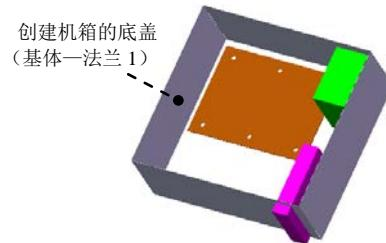

图 17.4.9 创建机箱底盖
Step3. 创建图 17.4.9 所示的基体—法兰 1。
(1) 选择命令。选择下拉菜单 **插入(I)** → **钣金①** → **基体法兰②** 命令。
(2) 定义特征的横断面草图。选取上步绘制的草图作为横断面草图。在草图工具栏中单击 命令，退出草图环境，此时系统弹出“基体法兰”对话框。
(3) 定义拉伸深度属性。采用系统默认的深度方向。在“基体法兰”对话框的 **钣金参数(S)** 区域中，输入厚度值 0.5。在 **折弯系数(A)** 区域中的下拉列表中选择 **K因子** 选项，并在其文本框中输入 0.4。
(4) 单击 按钮，完成基体—法兰 1 的创建。